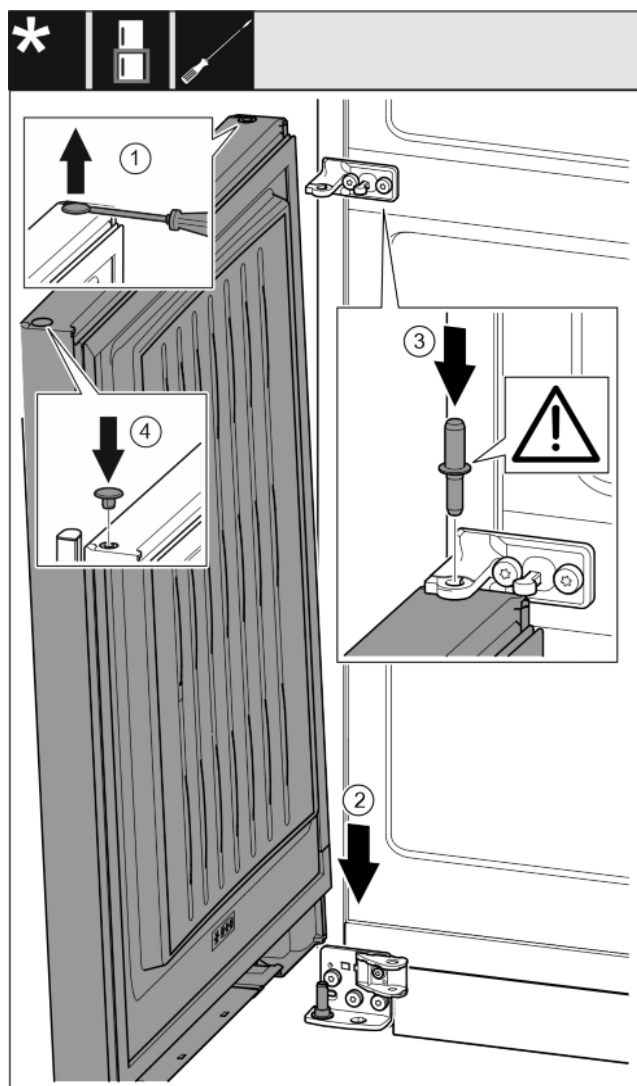

Fig. 32
- Stopfen vorsichtig mit einem Schlitzschraubendreher anheben und herausziehen. Fig. 32 (1)
- Tür von oben auf den unteren Lagerbolzen aufsetzen. Fig. 32 (2)
- Lagerbolzen Mitte durch Lagerbock Mitte in die untere Tür einsetzen. Dabei darauf achten, dass der Rastnocken nach hinten zeigt. Fig. 32 (3)
- Stopfen auf der anderen Türseite wieder einsetzen. Fig. 32 (4)